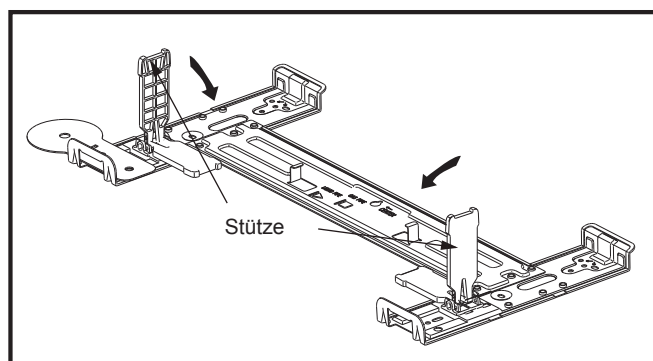
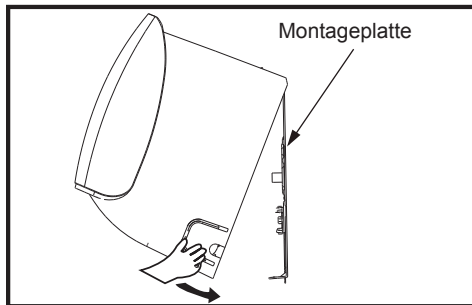

Abb. 18
Abb.19
- 7) Schließen Sie die beiden Stützen an der Wandbefestigungsplatte, wie in Abb. 18 gezeigt, und bewegen Sie dann das Gerät Schritt für Schritt, um die beste Installation zu erreichen, und drücken Sie dann die Einheit in die zwei Steckplätze unten (Abb.19).